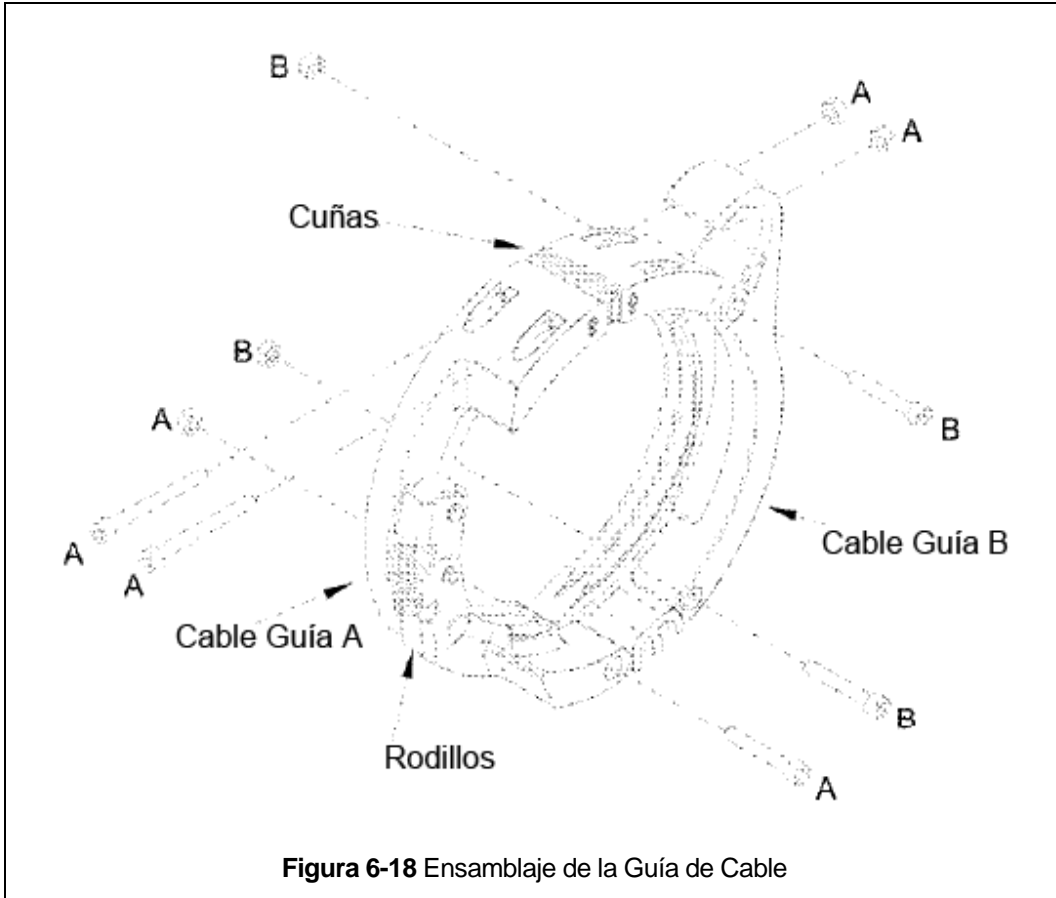

Figura 6-18 Ensamblaje de la Guía de Cable
- 10) Retire ambos Pernos de Cabeza Hueca que sujetan la Guía de Cable B (parte con la Guía de Eje en "forma de gancho") a la Guía de Cable A. Estos pernos están etiquetados como "B" en la **Figura 6-18**. Luego separe la Guía de Cable B de la Guía de Cable A como se muestra en la **Figura 6-19**
- 11) Afloje con cuidado los dos pernos superiores de la Guía de Cable A que pasan a través de las cuñas. Estos son el par de pernos etiquetados "A" y se muestran pasando a través de las cuñas en la **Figura 6-18**.
⚠ ADVERTENCIA La Guía de Cable A está bajo una ligera presión de los Rodillos de resorte como se muestra en la **Figura 6-18**. Con estos pernos aflojados, la Guía de Cable A se abrirá. Con la presión del resorte ya no está presente, los dos pernos superiores se pueden quitar junto con las cuñas.
- 12) Retire el ultimo perno etiquetado como "A" en la **Figura 6-18**. Este perno actúa como un punto de bisagra para los dos segmentos de la Guía de Cable A cómo se muestra en la **Figura 6-20**. Con este perno retirado, los dos segmentos de la Guía de Cable A se separarán y se pueden quitar por separado.
- 13) Si instala una nueva Guía de Cable, el primer paso será desensamblar la Guía de Cable en preparación para la instalación. Comience por quitar los dos pernos etiquetados "B" como se muestra en la **Figura 6-18**. Con los pernos retirados, la Guía de Cable B se puede separar de la Guía de Cable A. (**Figura 6-19**)
- 16) Deslice los dos segmentos del Cable de Guía A en su lugar en el tambor. Instale el perno y la tuerca simples que actúan como el punto de bisagra del Cable de Guía A. Apriete ligeramente pero no ajuste en este momento. (Perno / Tuerca simple con la etiqueta "A" en la **Figura 6-18**.)
- 17) Apriete los dos segmentos del Cable de Guía A para permitir la instalación de las cuñas y el par superior de pernos de cuña etiquetados como "A" en la **Figura 6-18**. Apriete ligeramente pero no ajuste en este momento.
- 19) Después de confirmar que el ajuste es correcto, instale la Guía de Cable B en la Guía de Cable A de modo que el Cable de Acero pase entre la Guía de Cable A y la Guía de Cable B, vea la **Figura 6-33**. Asegúrese de que la parte de la Guía del Eje de Soporte "forma de gancho" de la Guía de Cable B esté instalada sobre el Eje de Soporte como se muestra en la **Figura 6-33**. Instale el hardware etiquetando como "B" en la **Figura 6-18** y apriete ligeramente pero no ajuste en este momento.